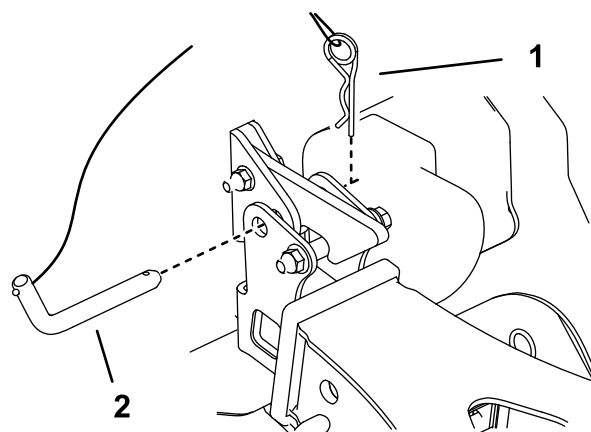

Figure 22
- Utilisez la goupille d'attelage et la goupille fendue pour fixer la souffeuse au dispositif d'attelage (Figure 22).